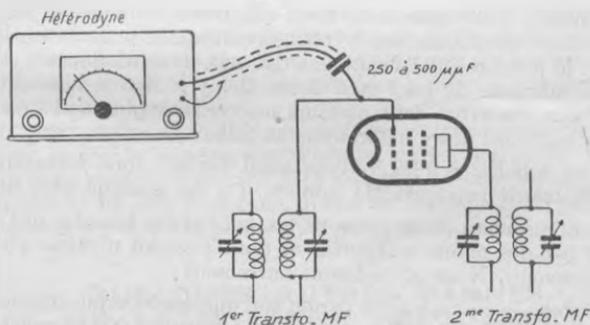

Fig. 33. — Branchement de l'hétérodyne pour l'alignement MF.
4. Connecter la sortie de l'hétérodyne à la grille de l'amplificatrice MF, à travers une petite capacité de 250 à 500 centimètres. L'antenne fictive est alors sans utilité (fig. 33).